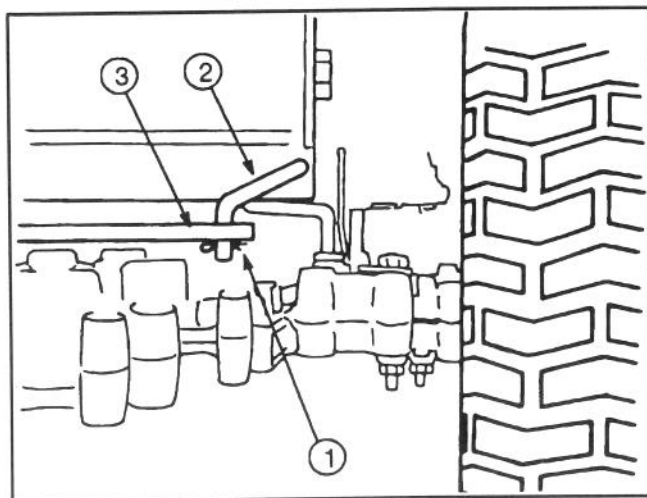

Figure 32
1. Déposer la goupille fendue située à droite de la bielle de l'essieu de la boîte pont lorsqu'on regarde l'arrière de la machine (Fig. 32).
2. Sortir la bielle du trou du support (Fig. 32).